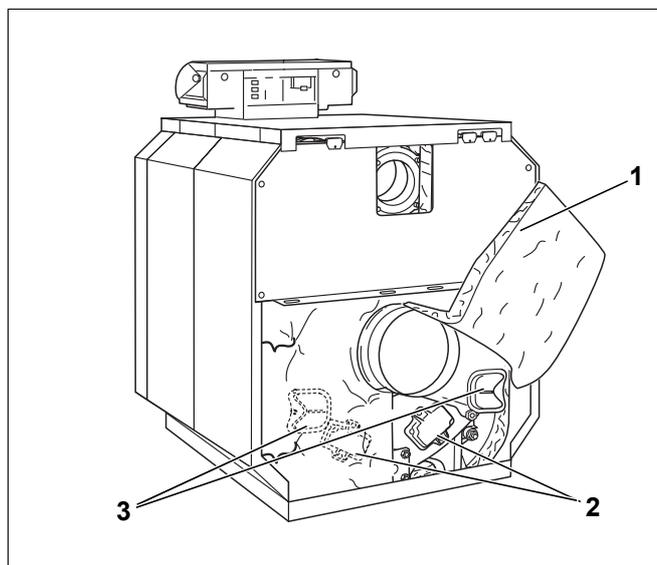

Bild 75 Reinigungsdeckel demontieren
- ▶ Spannfeder unterhalb des Abgasstutzens lösen, den Wärmeschutz nach oben klappen und mit der Spannfeder einhängen (Bild 75, **Pos. 1**).
- ▶ Die Reinigungsdeckel am Hinterglied (Bild 75, **Pos. 2**) und am Abgassammler (Bild 75, **Pos. 3**) entfernen.